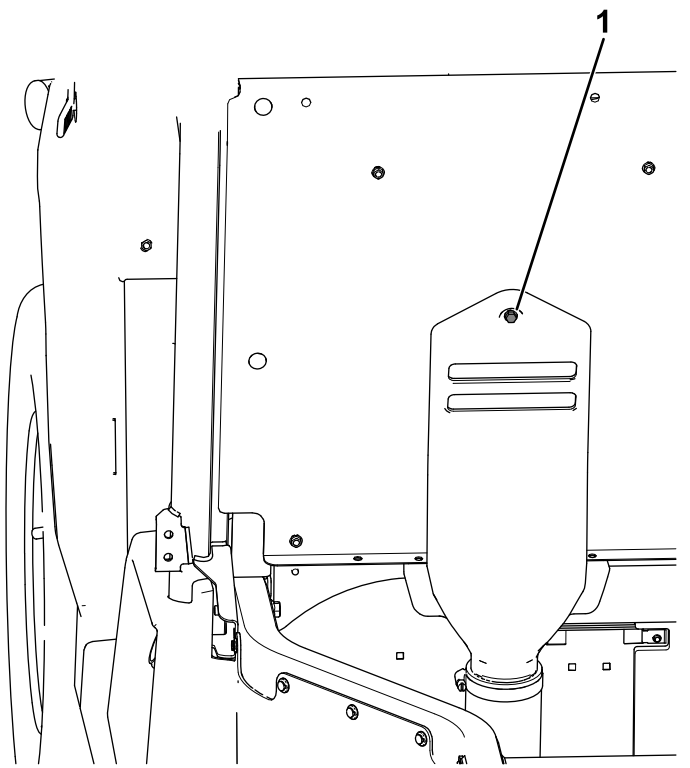

Figure 62
B. Insérez le boulon captif fixé au capot d'admission CVT dans le trou du panneau de siège indiqué (Figure 62).